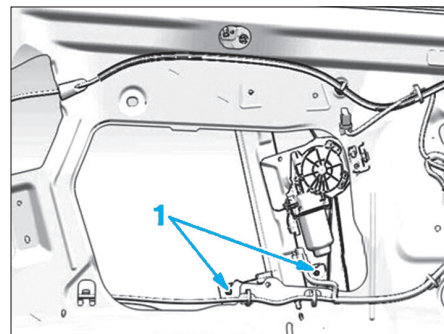

Fig. 61
- Déposer les vis de fixations (1) (Fig.61).